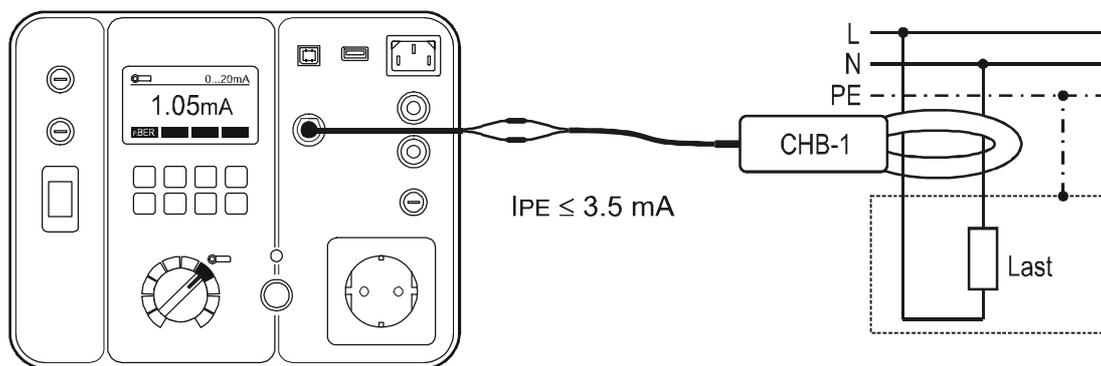

Abb. 23: Anschluss für die Schutzleiterstrommessung (Differenzstrommessverfahren)
- Verbinden Sie die Stromzange entsprechend der Abbildung 23, 24 oder 25.